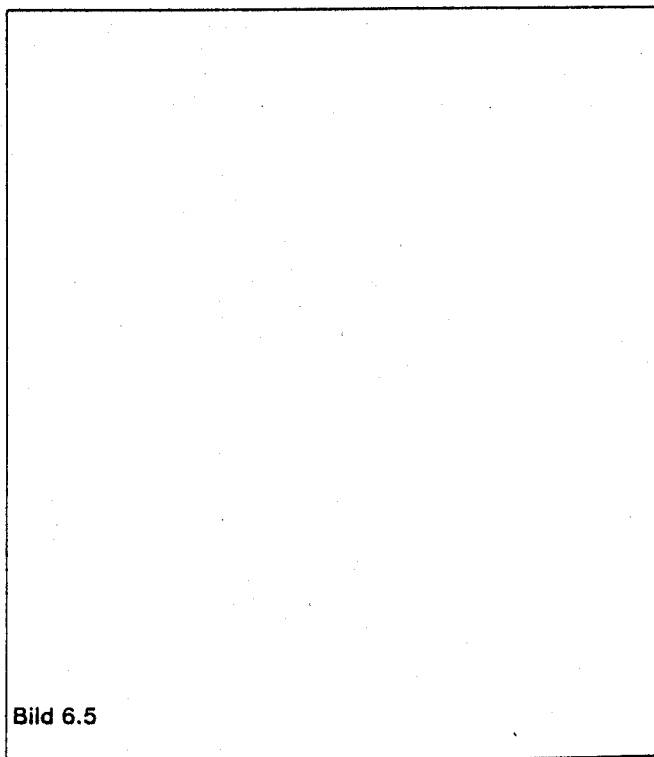

Bild 6.5
Nach erfolgter Ablüftung sollten Sie zuerst den noch nicht eingebauten Atembeutel dichtprüfen (Bild 6.5) Hierzu mon-tieren sie wieder die 5 Steckanschlüsse mit vorher gereinig-ten und neu gefetteten O-Ringen. Bauen sie das (die) Überdruckventil wieder ein. Dabei beachten Sie, daß das Überdruckventil (e) zentrisch in das vorgesehene Loch ein-geschraubt wird und das Atembeutelmaterial keine Falten in der Verschalung wirft.
- Beide Atembeutel mit +50 mbar gemäß Prüfanweisung Pkt. 6.3.1 und 6.3.2 (Prüfaufbau wie Bild 6.5) dichtprüfen
Faltschlaucheinheit von Tariierblase abschrauben (Bild 6.5: Pos. 1)
Neue Faltenschlaucheinheit mit Dichtung auf Tariierblasenanschluß aufschrauben und Inflatormundstück (Bild 6.5: Pos. 2) durch die Durchführung der Oberdecke (Bild 6.5 Pos. 4) stecken